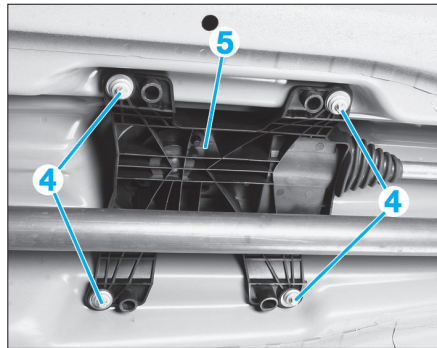

Fig. 7
- Déposer les 4 vis de fixation (4) de la commande de boîte de vitesses (Fig.7).
- Déposer le boîtier sélecteur de vitesses (5).